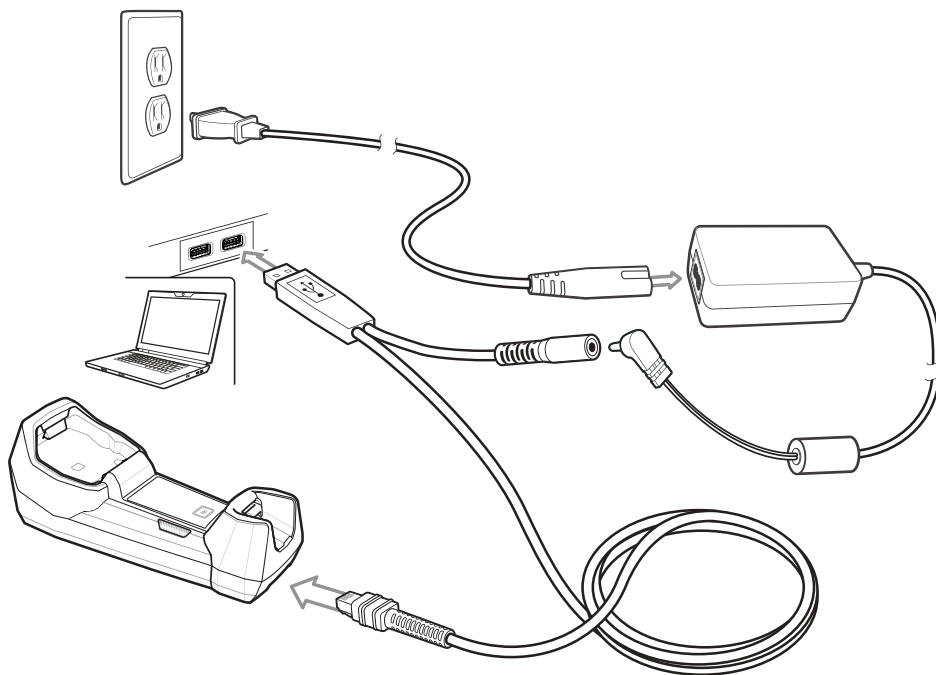

図 7-1 DS3678 への USB 接続
- ✓ **メモ** 必要なインタフェース ケーブルは、設定によって異なります。図 7-1 のイラストに示したコネクタは、あくまでも例です。コネクタはイラストと異なる場合がありますが、クレードルを接続する手順は同じです。